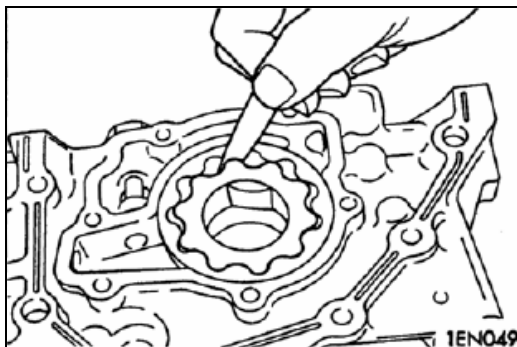

图 5-1
(1) 将转子装入前盖。
(2) 用测隙规检查齿顶间隙 (见图 5-1)